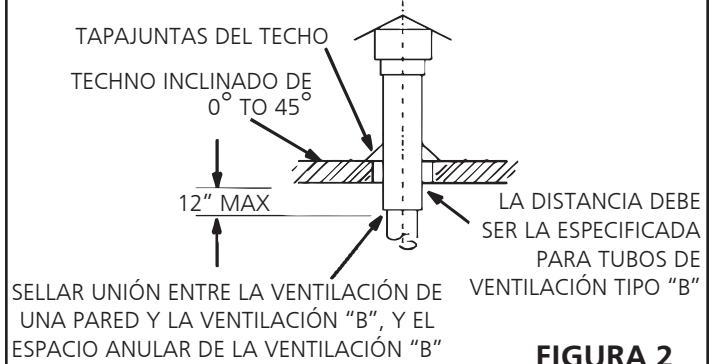

FIGURA 2
1. **Estados Unidos:** Los calefactores MHU deben usarse con chimeneas aprobadas por NFPA o ANSI, ventilaciones de gas tipo B-1 aprobadas por U.L., tuberías metálicas de una sola pared o con un sistema de revestimiento de chimenea para ventilación de gas cuando corresponda, así como con las modificaciones y limitaciones enumeradas en la **figura 2**. Selle los materiales de ventilación de una sola pared de acuerdo con la sección **A - Recomendaciones generales y requisitos**.